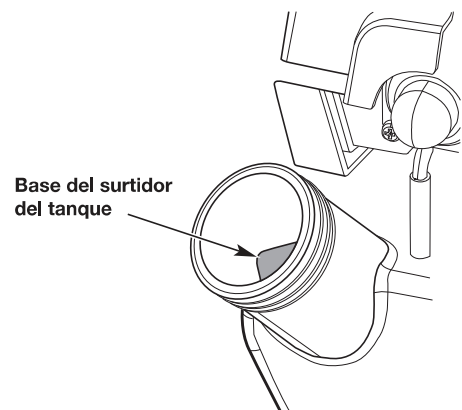

Fig. 7a
3. Coloque el pico del recipiente del combustible en el orificio para llenado del tanque y llénelo. Deje de agregar gas cuando vea que el nivel llega a la base del surtidor del tanque (Fig. 7a).